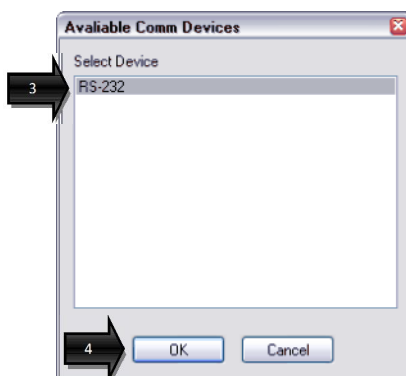

Рисунок 6 – Тип подключения к приводу
4.4 Окно выбора типа подключения (рис. 6) предлагает воспользоваться интерфейсом связи RS232. Иных вариантов подключения не предусмотрено, поэтому необходимо нажать